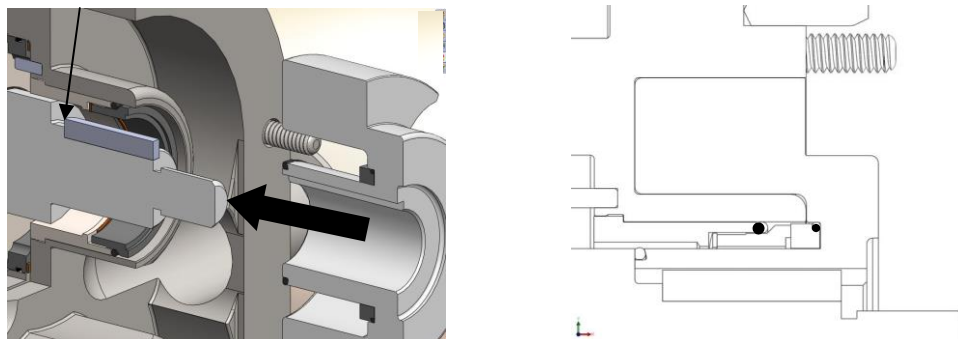

Figura 31: Ensamble del Rotor
- 5) Inserte una llave de rotor en el chavetero del eje. Deslice los rotores sobre los ejes hasta que se asienten contra el hombro del eje (Figura 31)